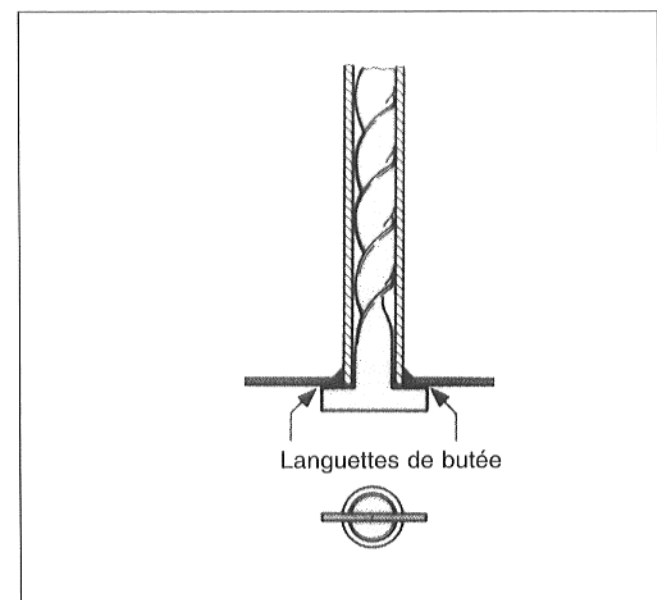

Fig. 27
- Sur le côté frontal, vérifier si les languettes de butée des turbulateurs sont horizontalement adjacentes avec le tube ed fumées (Fig. 27).
S'assurer à cet effet que les languettes de butées du côté frontal soient horizontalement adjacentes avec le tuyau intercalé (Fig. 27).